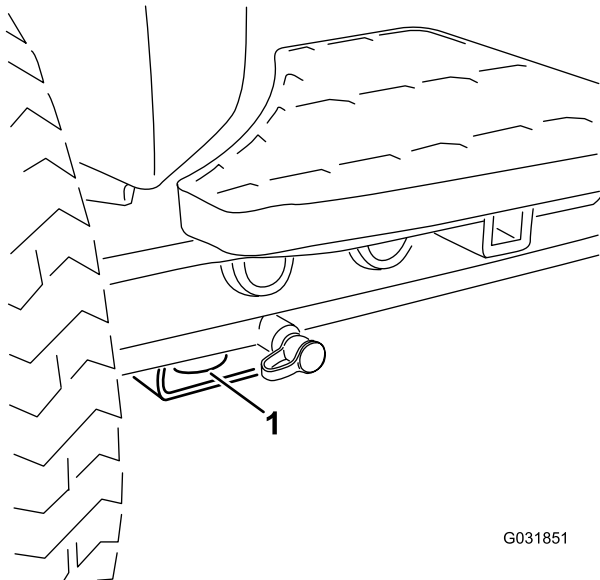
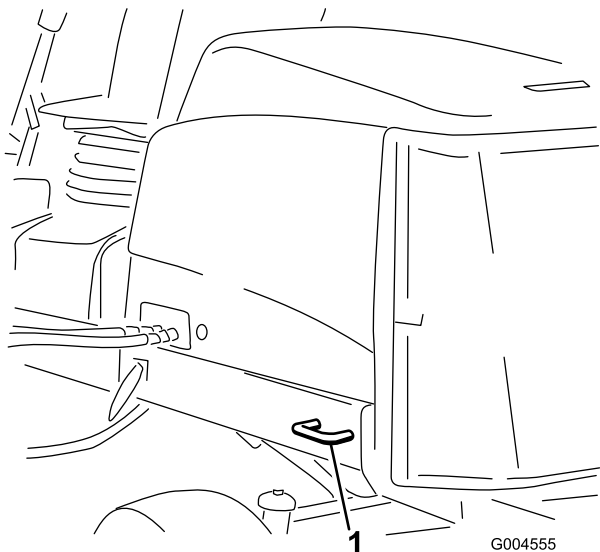

Figure 57
Figure 58
5. Servez-vous des points d'attache en métal de la machine pour l'arrimer solidement sur la remorque ou le véhicule de transport au moyen de sangles, chaînes, câbles ou cordes (Figure 57 et Figure 58).
- Avant – trou du patin rectangulaire, sous le tube d'essieu, à l'intérieur de chaque roue avant (Figure 57)
- Arrière – chaque côté de la machine sur le cadre arrière (Figure 58)